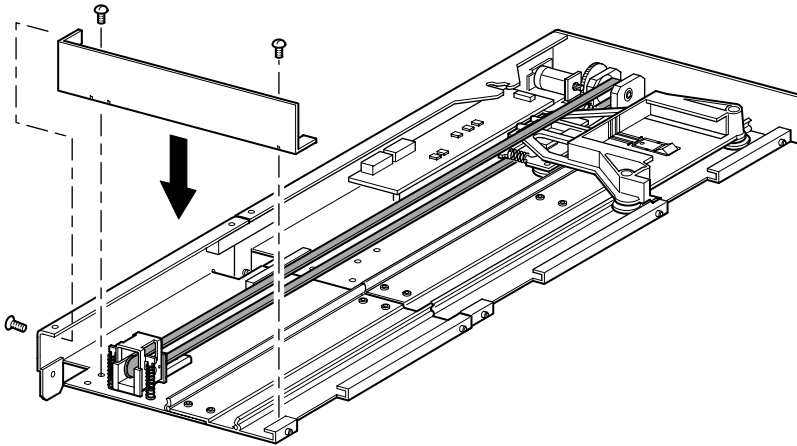

Abbildung 2–20. Anbringen der Bodenplatte
1. Halten Sie den PTM am Griff, und stützen Sie ihn gleichzeitig von unten ab (siehe Abbildung 2–6).